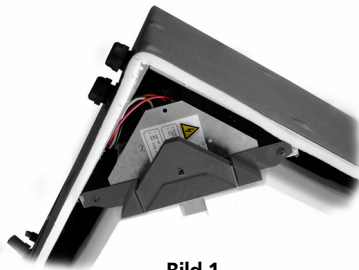

Bild 1
- Die elektrische Steuerung wird von einem Haltewinkel mit 2 Schrauben fixiert (Bild 1, grau abgehoben)